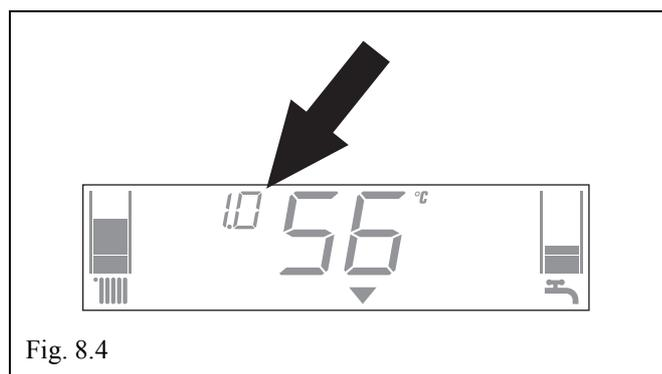

Fig. 8.4
- aprire di due o tre giri il tappo della valvola di sfogo aria automatica (A);
- aprire il rubinetto di riempimento (C) fino a che la pressione indicata dall'idrometro arrivi a circa 1 bar (Fig. 8.4).